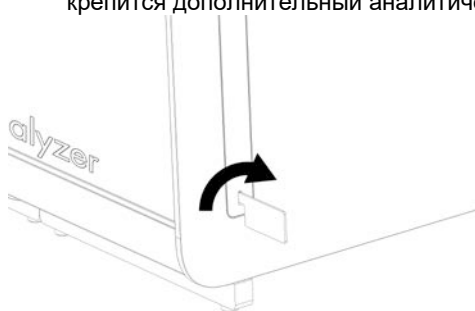

Рис. 13. Удаление защитных накладок.
1. Снимите защитные наклейки с боковой стороны аналитического модуля: здесь крепится дополнительный аналитический модуль (рис. 13).